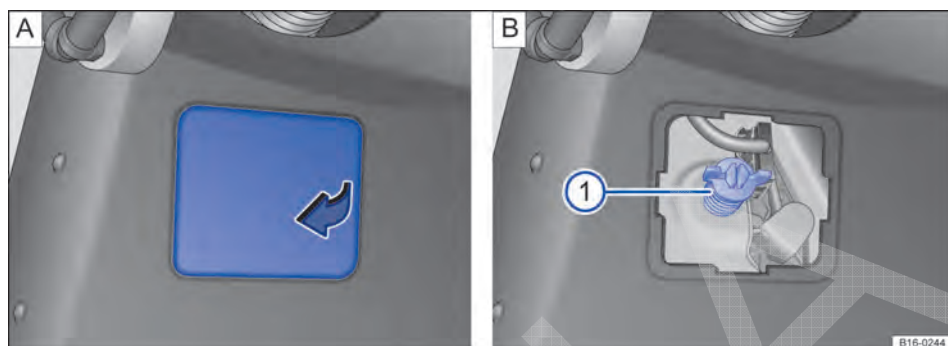

Fig. 231 Lateralmente no compartimento de bagagem: A: abrir a cobertura do revestimento lateral traseiro, B: remover a lanterna traseira de LED.
3.	Abrir a abertura do revestimento lateral traseiro ⇒ Fig. 231 A.
4.	Desaparafusar o parafuso de fixação da lanterna traseira ⇒ Fig. 231 B ① e retirar a lanterna traseira juntamente com o condutor elétrico conectado cuidadosamente da carroceria.
11.	Segurar a lanterna traseira na posição de montagem com uma das mãos e rosquear o parafuso de fixação com a outra mão ⇒ Fig. 231 B ①.